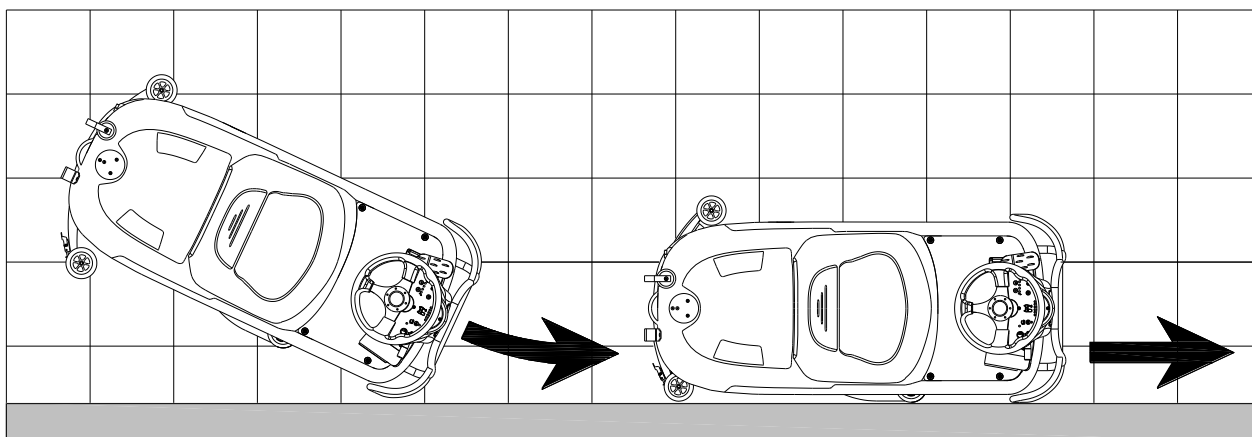
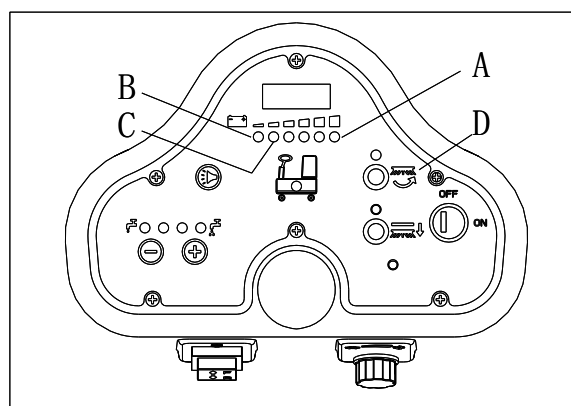

Figura 11
Figura 12
Pentru frecarea/ uscarea corespunzătoare a podelei la îmbinarea cu peretele, vă sugerăm să mergeți pe lângă perete cu partea dreaptă (partea cu bară de protecție la roată) a mașinii așa cum se arată în Figura 11 de mai jos.
Când se aprinde indicatorul verde (A, Figura 12) bateriile au suficientă putere pentru ca mașina să funcționeze în mod normal; când toate indicatoarele verzi sunt stinse, indicatorul galben (C, Figura 12) este aprins, puterea bateriei este prea slabă, vă rugăm încărcați bateriile; când indicatorul roșu (B, Figura 12) licărește, bateriile s-au descărcat, motor aspirator și motorul periei se vor opri în mod automat după câteva secunde; vă rugăm duceți mașina la încărcat bateriile imediat.
Dacă aspirarea se oprește în mod accidental (de exemplu, când flotorul este cativat datorită unei mișcări bruște a mașinii), pentru a relua funcționarea: închideți sistemul de aspirare, apăsând butonul (D, Figura 12), apoi deschideți capacul (A, Figura 11) și verificați ca flotorul din interiorul grătarului (B) să se coboare la nivelul apei. Apoi închideți capacul (A) și porniți aspirarea apăsând comutatorul (D, Figura 12).
2. Ridicați puntea periei/suportului de lavetă (H, Figura 12) apăsând pedala (G).
3. Ridicați racleta cu ajutorul pârghiei (H).
5. Goliți rezervorul de apă recuperată cu ajutorul furtunului (D). Apoi clătiți rezervorul cu apă curată.